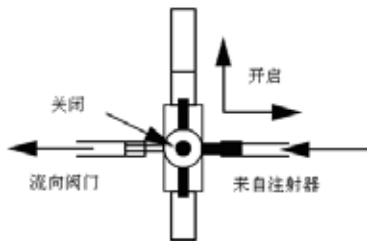

图22
- 如图22中所示, 转动三向旋塞, 灌注至水压计达5 cmH₂O。
b) 如图22中所示，转动三向旋塞，将水压计灌注至大于预期开启压力10 cmH₂O。（例如，如果对水平和直立开启压力分别为5 cmH₂O和25 cmH₂O的proGAV进行试验，分流管在水平位置时水压计应灌注至15 cmH₂O，分流管在直立位置时水压计应灌注至40 cmH₂O）。